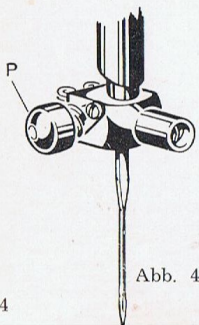

Abb. 4
- dann drückt man auf den Knopf « P » (Abb. 4) und,